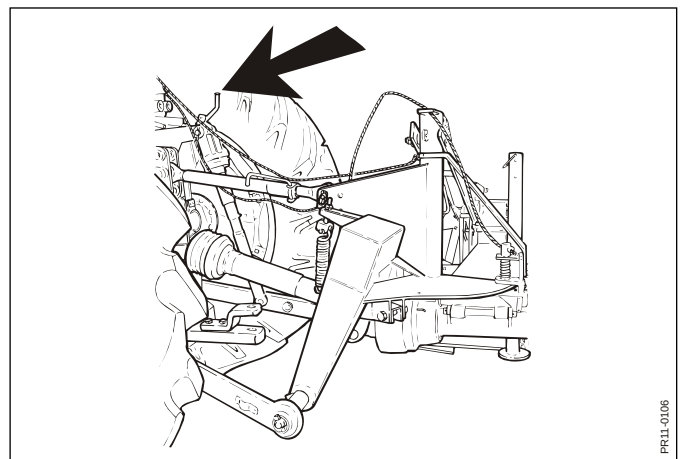

Fig. 4
- FIG. 4** Lyftlänken för höger lyftarm justeras, så att den upplyfta maskinen hänger jämnt.